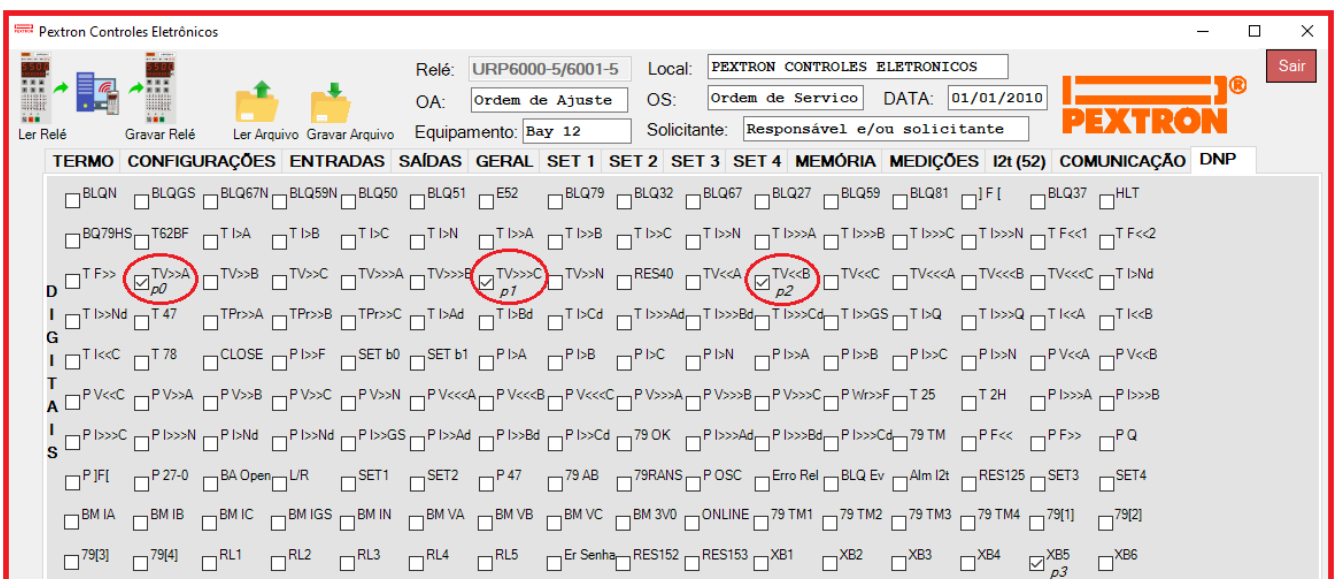

Fig. 21.12: Pasta DNP indicando os pontos selecionados.
**Exemplo: Modo CONDENSADO** - Selecionamos os itens TV>>>A, TV>>>C e TV<<<B (fig. 21.12). Na parte inferior direita do check Box aparece a indicação do ponto p0 ou p1 ou p2 sucessivamente.